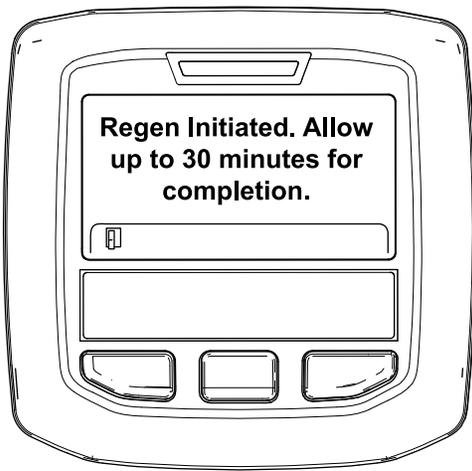

Figure 40
- Si la régénération est autorisée, le message « Regen Initiated. Allow up to 30 minutes for completion » (régén. lancée. Durée max 30 minutes) s'affiche dans l'InfoCenter. Attendez que la machine termine le processus de régénération en stationnement (Figure 40).